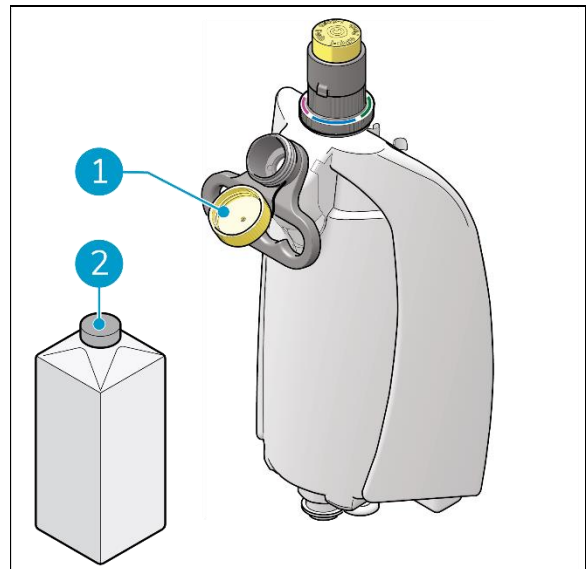

Figura 18
1. Retirar a tampa amarela (Figura 18, pos. 1).
2. Deitar no máximo 1 galão / 4 L de água (Figura 18, pos. 2).
3. Voltar a colocar a tampa amarela (Figura 18, pos. 1) e certifique-se de que fica bem fechada
8. Prima o botão do injetor i-dose (Figura 18, pos. 5) para dispensar o conteúdo da cápsula i-dose.
9. Rode o anel indicador de modo a que a cor correspondente à cápsula i-dose fique virada para si (Figura 18, pos. 3).